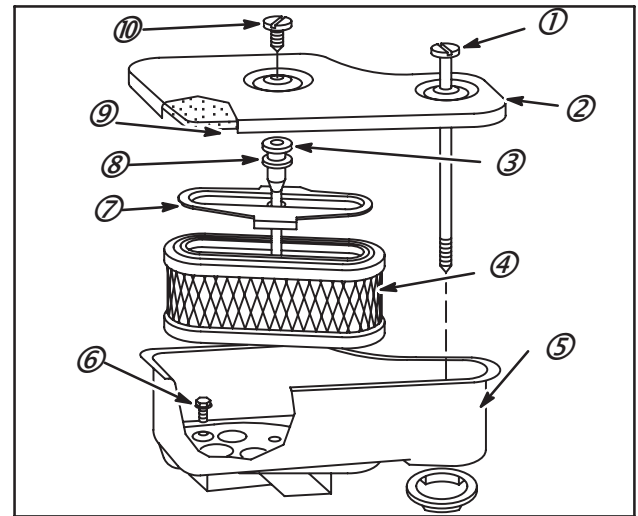

Fig. 8
Filtre à air à cartouche à flux inversé, Vilebrequin vertical (Fig. 8)
4. Déposer le filtre à air comme indiqué Fig. 8.